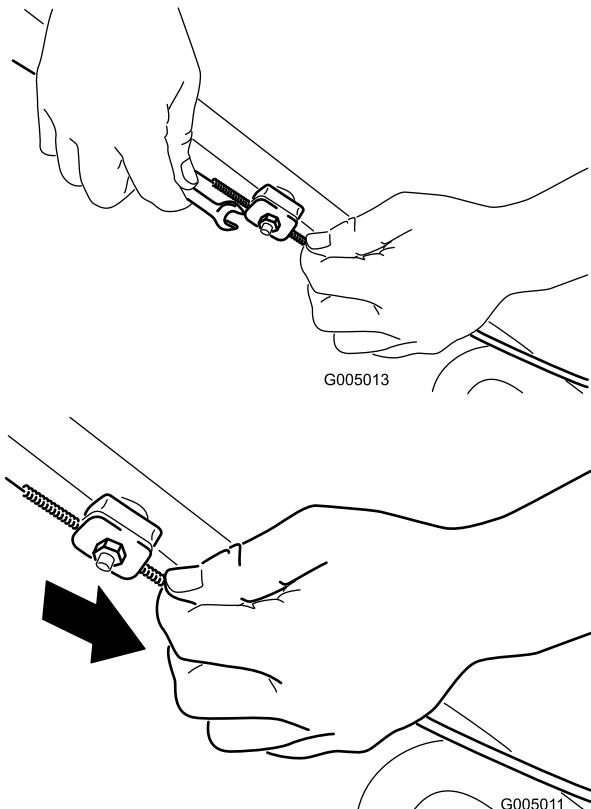

Рисунок 27
- Ослабьте гайку держателя троса (Рисунок 27).
- Вытягивайте оболочку троса (к газонокосилке), пока в тросе не появится слабина (Рисунок 27).